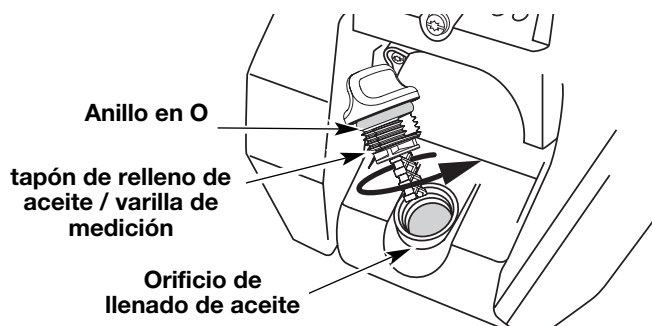

Fig. 53
6. Si el nivel está bajo, agregue una pequeña cantidad de aceite en el orificio de llenado de aceite y vuelva a medir (Fig. 53). Repita hasta que el nivel de aceite llegue hasta la parte superior de la varilla de medición.
**NOTA:** Verifique que el anillo en O esté en su lugar en el tapón de relleno de aceite / varilla de medición cuando mida y cambie el aceite (Fig. 53).